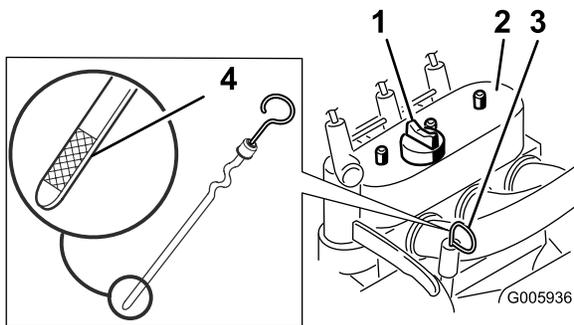

図 14
4. ディップスティック（図 14）の周囲をきれいに拭く。
5. ディップスティックを抜き、先端の金属部分（図 14）をウェスできれいに拭く。
6. ディップスティックを補給管の中にしっかりと差し込む（図 14）。
8. 油量が少なければ、オイル・フィルタのキャップの周囲をきれいに拭き、キャップを外す（図 14）。